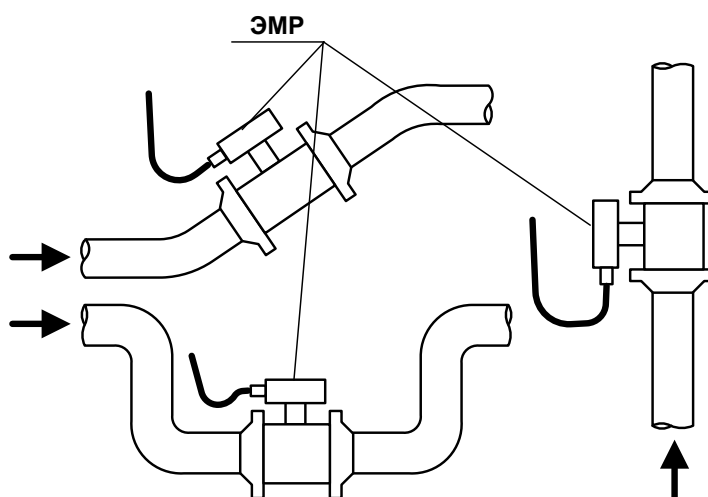

Рис.1. Рекомендуемые места установки ЭМР.
- в месте установки в трубопроводе не должен скапливаться воздух, а также в трубопроводе с открытым концом; наиболее подходящее место для монтажа (при наличии) – нижний либо восходящий участок трубопровода (рис.1);